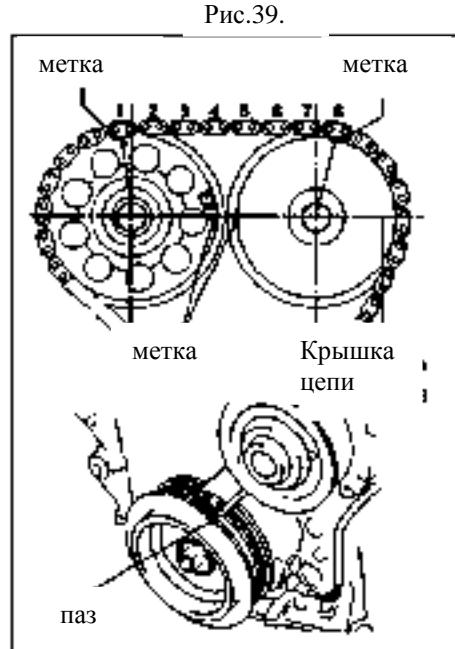

Рис.39.
- 5. Поверните коленвал в положение верхней мертвой точки в цилиндре 1 (рис.39).**